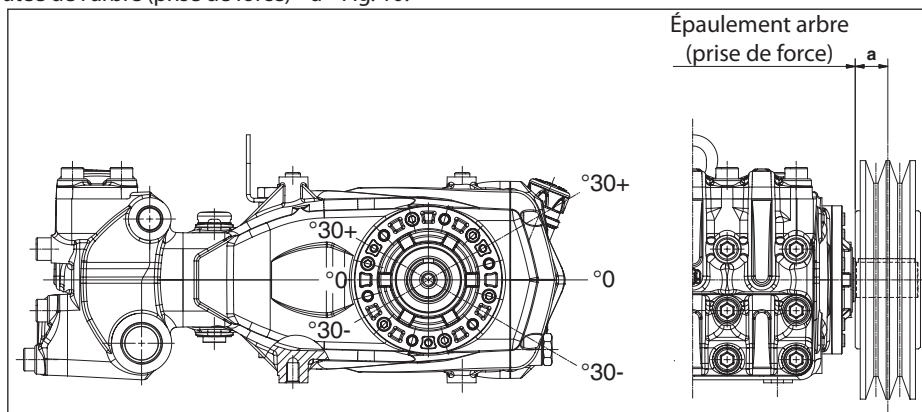

Fig. 10
La transmission est considérée appropriée si une telle charge est appliquée à une distance maximum de **a = 50 mm** de l'épaule de l'arbre (prise de force) comme le montre la Fig. 10.
- b) Utiliser des courroies à haut rendement - par exemple **XPB** au lieu de **SPB** - car il sera nécessaire d'avoir une quantité inférieure de courroies égales à la puissance transmise et par conséquent une distance inférieure de la résultante par rapport à la butée de l'arbre (prise de force) « a » Fig. 10.
- e) Contrôler la direction de la tension de la courroie comme indiqué Fig. 10 : pour toute autre nécessité, contacter le **bureau technique** ou le **service d'assistance clients**.